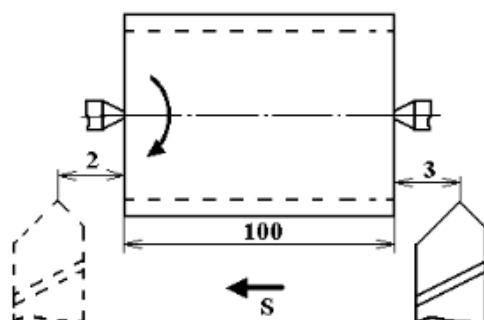

Рисунок 2 – Эскиз операции точения цилиндра
- 3.20. Чему будет равна расчетная длина обработки за один проход резца L (см. рисунок 2)?